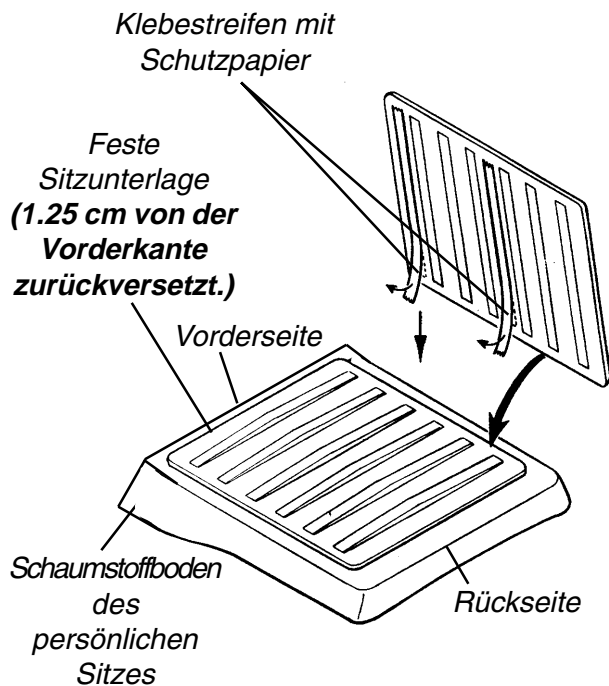

ABBILDUNG 2 - BEFESTIGEN DER SITZUNTERLAGE
3. Legen Sie die Oberfläche der Kissenunterlage mit dem Klebestreifen auf den Boden des persönlichen Sitzkissens (**ABBILDUNG 2**).
4. Plazieren Sie die Kissenunterlage 1.25 cm von der Vorderkante des Schaumstoffs, während Sie die rechte und linke Seite festhalten. (**ABBILDUNG 2**).
6. Nach der Markierung des Positionierungsbereichs, entfernen Sie das Schutzpapier der Klebestreifen auf der Sitzunterlage und befestigen Sie die Unterlage am Boden des Schaumstoffs (**Unterseite**) (**ABBILDUNG 2**).
7. Drücken Sie die Sitzunterlage fest auf den Schaumstoff des persönlichen Sitzes. (**ABBILDUNG 2**).